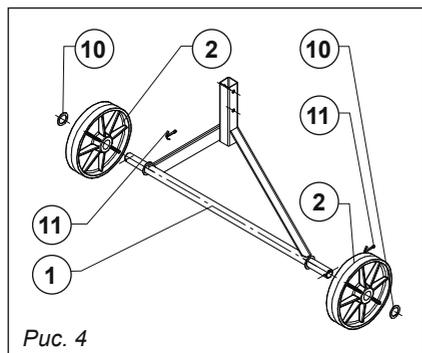

Рис. 4
1. Установить на оси колёсной опоры **поз. 1** (см. рис. 4) два колеса **поз. 2**, с двух сторон. Затем наденьте на ось шайбы **поз. 10** и зафиксируйте с обеих сторон, через отверстия шпильками **поз. 11**. Расшплинтуйте их, используя плоскогубцы.